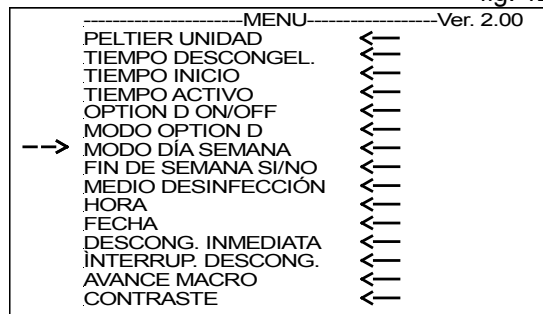

fig. 122
- Abrir el submenú (fig. 122) con la tecla Enter (fig. 116.10).